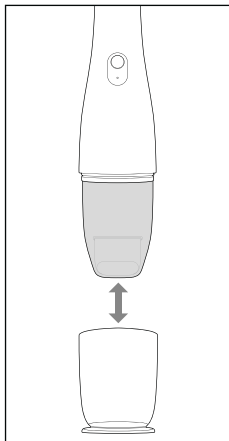

Fig. 4
- ▶ Asegúrese siempre de que el filtro de polvo ⑤ esté correctamente colocado antes de utilizar el aparato.
1. Sujete el aparato por el mango ⑨ y retire la tapa de cierre ① del aparato (consulte la fig. 4).
2. En caso necesario, monte la boquilla de aspiración 2 en 1 ⑫ en el orificio de aspiración ② (consulte el capítulo **Boquilla de aspiración 2 en 1**).
3. Pulse el interruptor de encendido/apagado ① ⑦ para encender el aparato. Tras esto, el piloto de control de carga ⑥ se ilumina en azul.
4. Vuelva a pulsar el interruptor de encendido/apagado ① ⑦ para apagar el aparato tras su uso. Con esto, el piloto de control de carga ⑥ se apaga.
5. Coloque la tapa de cierre ① en el aparato (consulte la fig. 4).